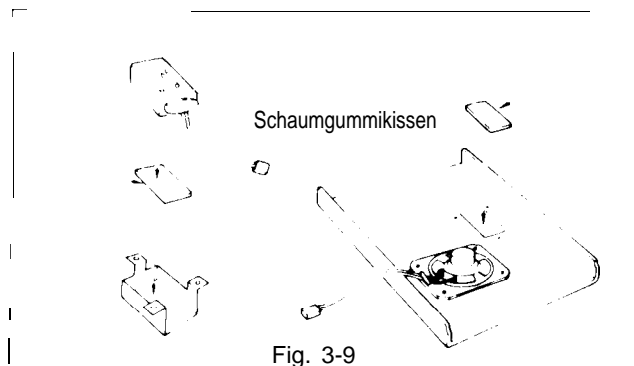

Fig. 3-9
3. Bringen Sie je eines der mitgelieferten Schaumgummikissen gemäß Fig. 3-9 im Batteriehalter (serienmäßiges Zubehör) und am Bodenblech an. Bei kleineren Batterien (z. B. VARTA) müssen beide Schaumgummikissen im Batteriehalter angebracht werden.